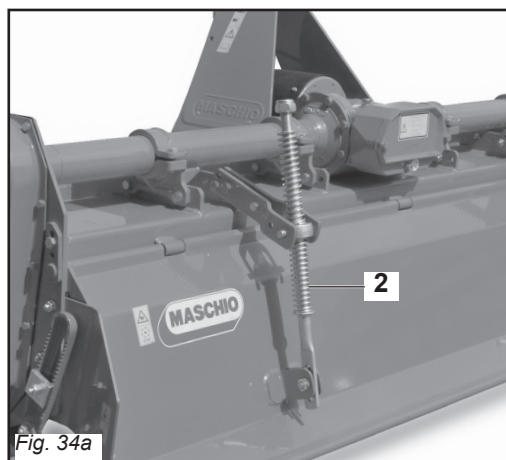

Fig. 34a
- 2) Si la machine est dotée d'un vérin anti-retournement, placer l'axe comme indiqué dans la figure (2 Fig. 34a).
- 2) *Falls die Maschine mit einem Hydrozylinder gegen Umkippen ausgerüstet ist, muss der Bolzen wie in der Abbildung (2 Abb. 34a) gezeigt angeordnet werden.*
- 2) Si la máquina posee cilindro antivuelco posicionar el perno como se ve en la figura (2 Fig. 34a).